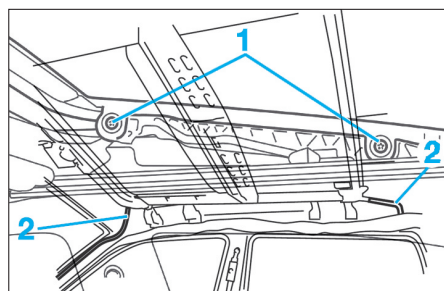

FIG. 57
- Déposer la vitre de toit ouvrant en enlevant les vis (1) (Torx de 25) (Fig.57).